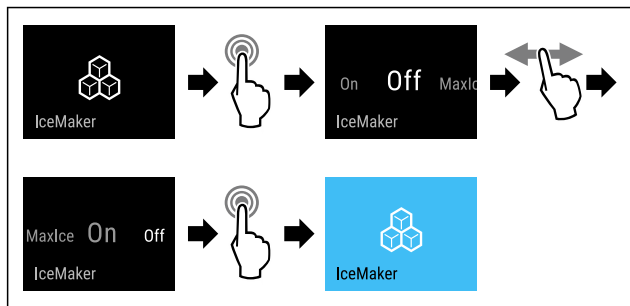

Fig. 19
- ▶ Wykonać czynności (patrz Fig. 19).